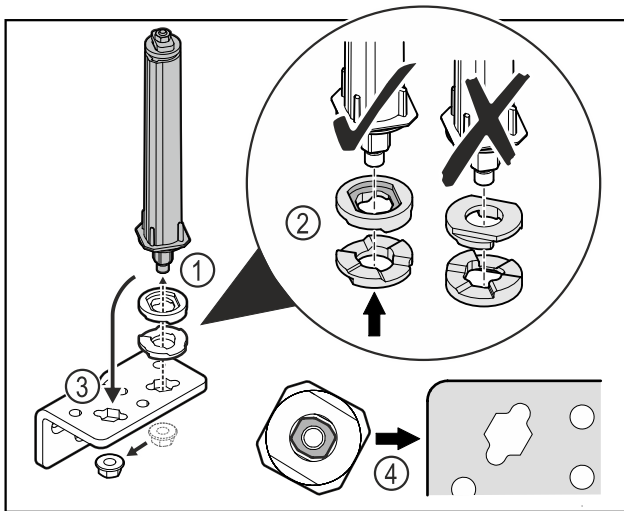

Fig. 39
- ▶ Moer losmaken en deursluitsysteem verwijderen Fig. 39 (1).
- ▶ De correcte uitlijning van de hoogte-instelschijven in acht nemen Fig. 39 (2).
- ▶ Deursluitsysteem in de scharnierhoek verplaatsen en met de moer vastzetten Fig. 39 (3).
- ▶ Bij het plaatsen de correcte uitlijning van het deursluit-systeem in acht nemen Fig. 39 (4).